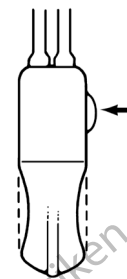

Abbildung 4-39. Bei spürbarer Vertiefung auf den Deaktivierungsknopf drücken
3. Ist eine leichte Vertiefung im Pumpenballon zu spüren, auf den Deaktivierungsknopf drücken (**Abbildung 4-39**).